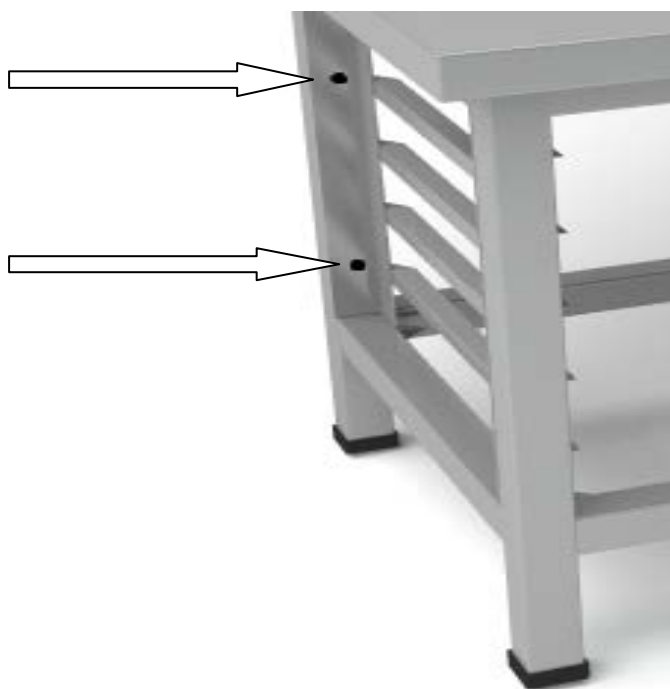

Рис. 5
2.3.5. Далее монтируем боковые вставки с полочками к ножкам изделия в места отверстий для болтов.(см.Рис. 5)